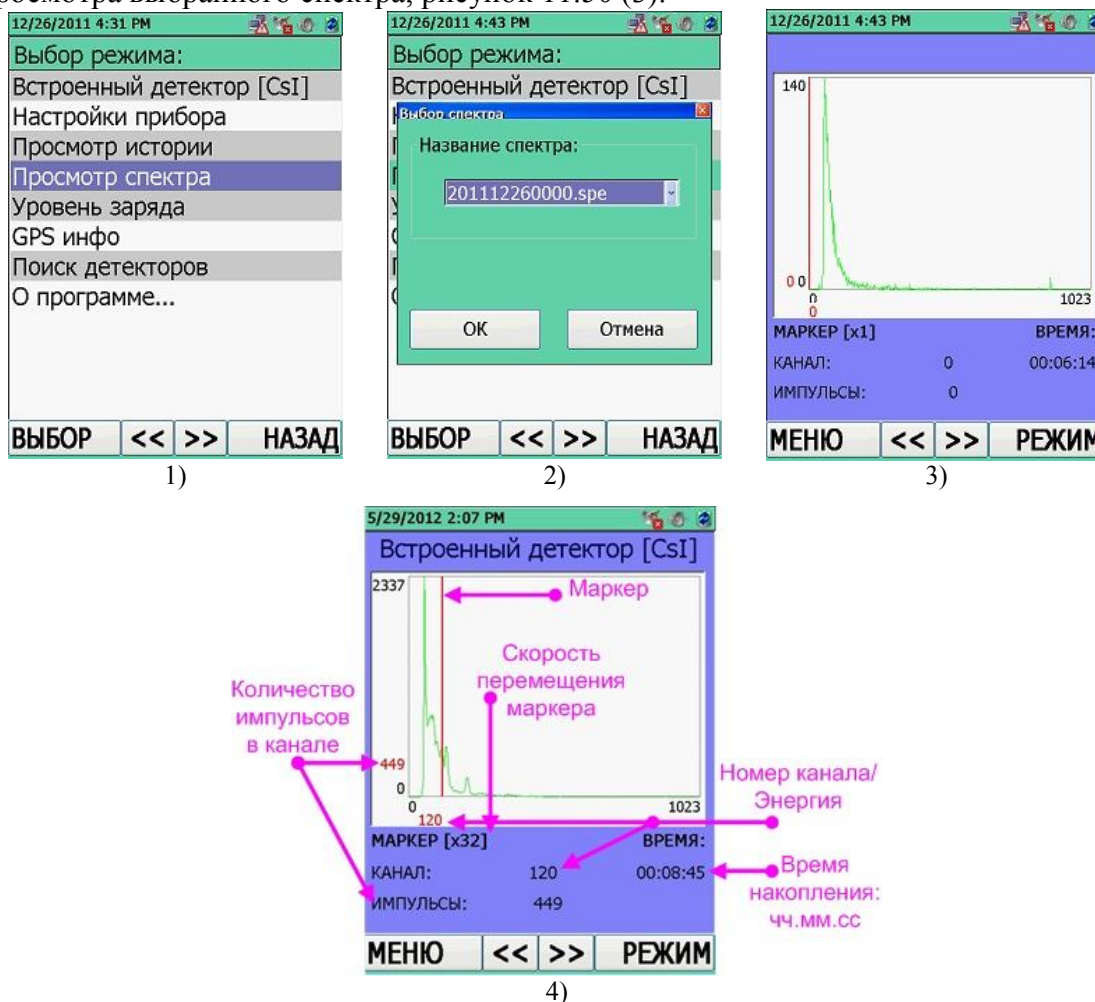

Рисунок 11.50
Для входа в режим просмотра сохраненных сцинтилляционных спектров **"Просмотр спектра"** необходимо в окне индикации режимов работы прибора выбрать пункт меню **"Просмотр спектра"**, рисунок 11.50 (1). В окно индикации режимов работы прибора можно войти при нажатии кнопки РЕЖИМ из любого режима работы. Выбор требуемого режима осуществляется перемещением курсора при помощи кнопок джойстика ВВЕРХ/ВНИЗ. Подтвердить переход в режим **"Просмотр спектра"** необходимо нажатием центральной кнопки джойстика ВВОД или кнопки ВЫБОР.
Нажатием центральной кнопки джойстика ВВОД , открыть выпадающий список сохраненных спектров. Выбор имени спектра осуществляется перемещением курсора кнопок ВВЕРХ/ВНИЗ, кнопкой ВВОД  – закрыть выпадающий список, а нажатием кнопки МЕНЮ/ВЫБОР  подтвердить выбор имени спектра, рисунок 11.50 (2). Откроется окно просмотра выбранного спектра, рисунок 11.50 (3).
Перемещение маркера, рисунок 11.50 (4), по накапливаемому спектру осуществляется с помощью кнопки джойстика ВЛЕВО/ВПРАВО. Масштабирование скорости перемещения маркера по спектру (увеличение шага в 2/4/8/16/32 раза) осуществляется последовательным нажатием кнопки ВВОД . При нажатии кнопок пролистывания <<  >> маркер